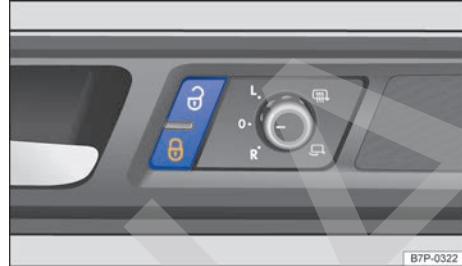
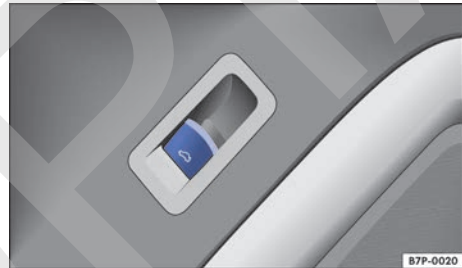

Fig. 74 En la puerta del conductor: tecla del cierre centralizado.
Fig. 75 En la puerta del conductor: desbloqueo del portón del maletero.
El vehículo puede bloquearse automáticamente a partir de una velocidad de aprox 15 km/h (9 mph) → pág. 61. Cuando el vehículo está bloqueado, el testigo de control  de la tecla del cierre centralizado → fig. 74 se enciende en amarillo.
Si se pulsan las teclas de la llave del vehículo → fig. 68 o una de las teclas del cierre centralizado → fig. 74 varias veces muy seguidas, el cierre centralizado se desconecta brevemente a modo de protección contra sobrecarga. El vehículo permanecerá entonces desbloqueado durante algunos segundos. Si durante este tiempo no se abre ninguna puerta ni el portón del maletero, a continuación el vehículo volverá a bloquearse automáticamente.
Leyenda de la **fig. 74** y **fig. 75**:
- El testigo de control  de la tecla se enciende en amarillo → fig. 74 cuando todas las puertas están cerradas y bloqueadas.
- se pulsa la tecla  → fig. 74;